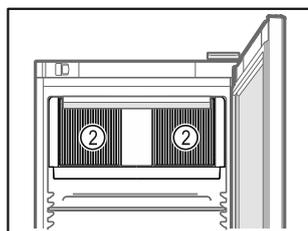

Fig. 72
- ❑ Lüftungsschlitze Fig. 72 (2) des Umluftgebläses im Innenraum freihalten.